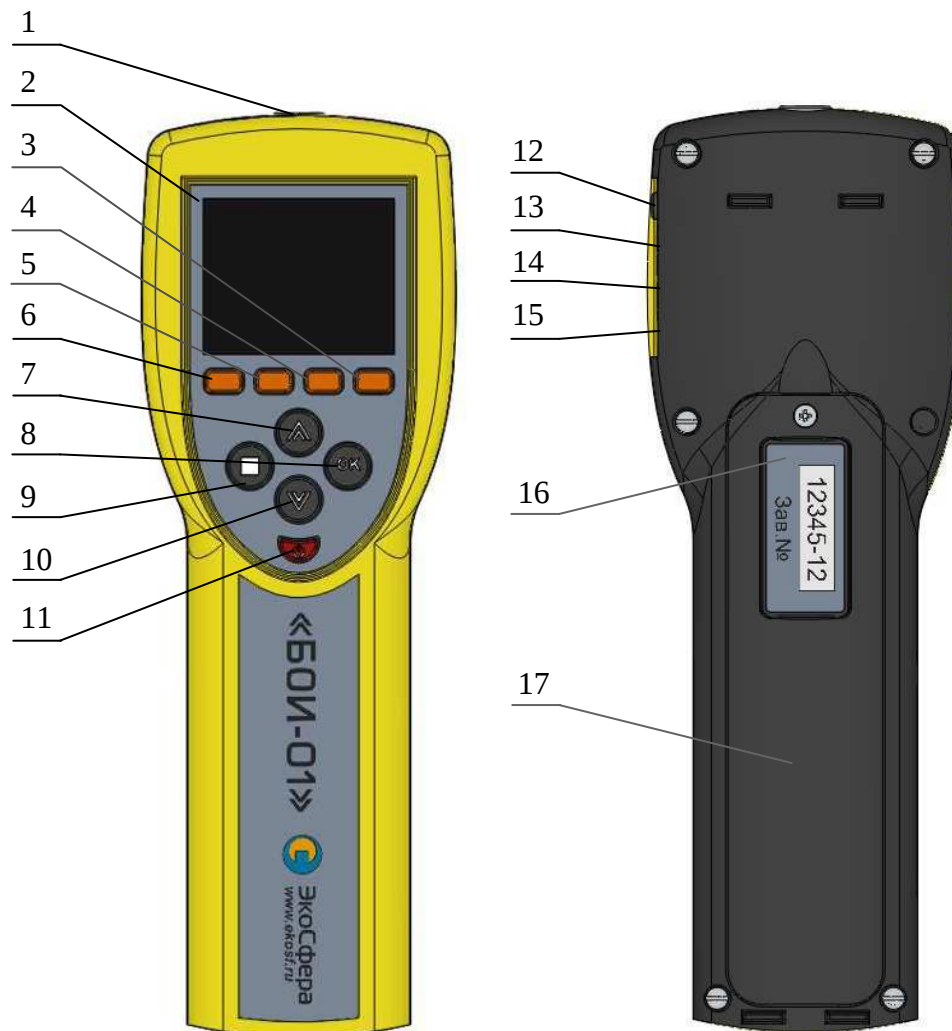

Рис. 1 – Внешний вид блока отображения информации БОИ-01
1.1. Включение блока отображения информации БОИ-01 станции метеорологической автоматизированной «ЭкоТерма-01» производится нажатием кнопки 11 (рис.1). При включении прибора с работоспособными элементами питания происходит автоматическое самотестирование прибора и проверка элементов питания. Отрицательный результат самотестирования при включении прибора сопровождается сообщением об ошибке со звуковой сигнализацией и автоматическим выключением прибора.
2.1. Выбор режимов работы осуществляется нажатием одной из кнопок 3, 4, 5, 6 (рис.1) БОИ-01 и подтверждается увеличением яркости соответствующего индикатора внизу на дисплее над нажатой кнопкой.
Выбор другого режима работы осуществляется нажатием соответствующей кнопки (3, 4, 5, 6), либо выключением прибора нажатием кнопки 11 (рис.1).
осуществляется нажатием кнопки  (кнопка 6, рис.1). Если измерительная головка подключена к БОИ-01, на дисплее высвечиваются численные значения температуры (T:) в °C и относительной влажности (RH:) в % относительной влажности воздуха (Рис.6).
2.4.2. Режим «Пауза» в режиме измерения температуры и влажности осуществляется нажатием кнопки «□» (кнопка 9, рис.1). При этом происходит остановка текущих измерений (Рис.6.) и на дисплее удерживается последнее измеренное значение температуры. Значение влажности воздуха пропадает. Выход из режима «Пауза» и возобновление текущих измерений осуществляется повторным нажатием кнопки «□».
2.4.3. Запись измеренных значений в память блока отображения информации, находящегося в режиме «Пауза» (после первого нажатия кнопки «□») осуществляется выбором пункта меню «Сохранить тчк.:№» (рис.6) и подтверждается нажатием кнопки «ОК» (позиция 8, рис.1). При этом в память под указанным номером точки в текущей сессии измерений заносятся удерживаемые на дисплее значения температуры (T:), последнего измеренного значения влажности (RH:) и календарное время замера данных параметров. Блок отображения информации после записи переходит в режим текущего измерения температуры и влажности.